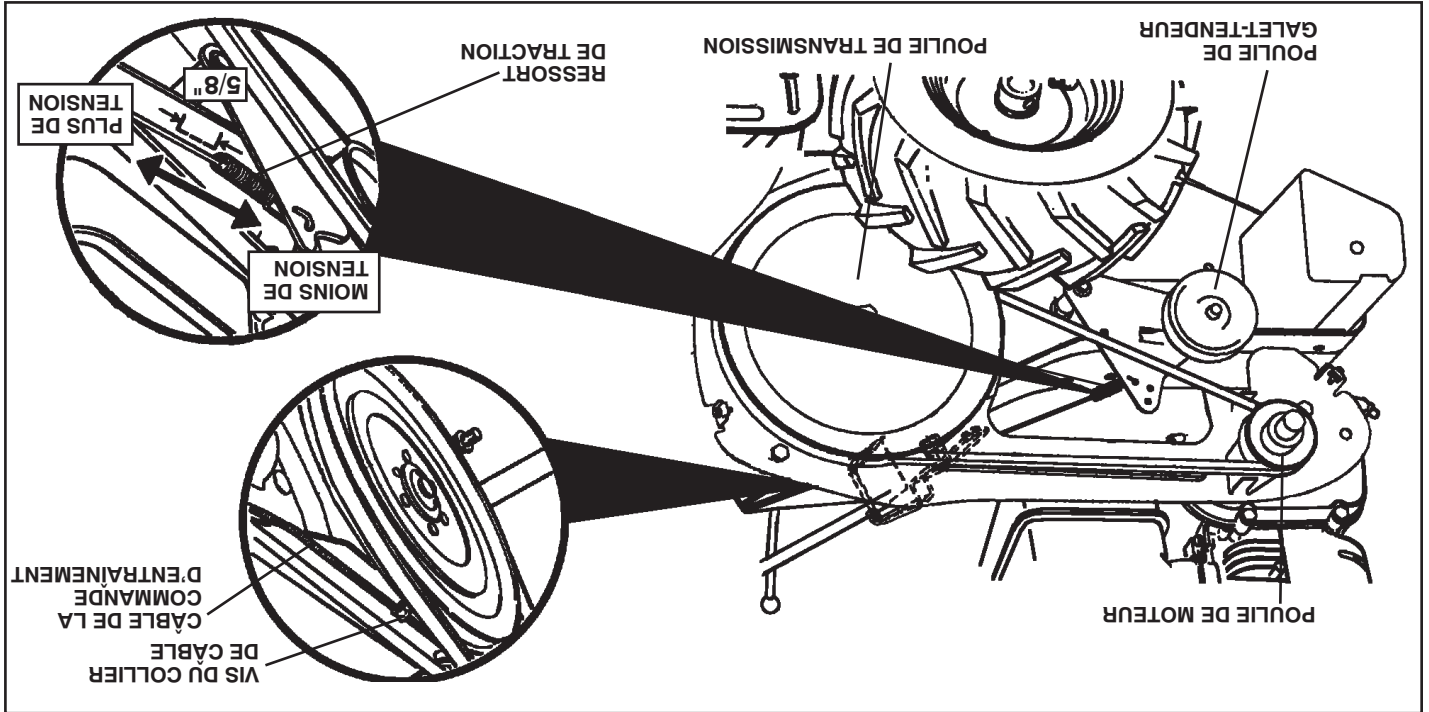

FIG. 26
- Les nouvelles fraises devraient être montées comme illustré dans la figure 26. Les bords de fraise aigüés tourneront en arrière à partir d'en haut.
RÉGLER LA COURROIE D'ENTRAÎNEMENT À TERRE (Voir la fig. 26)